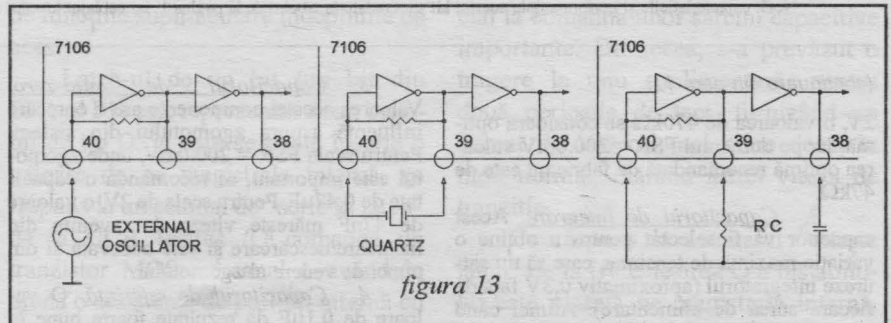

figura 13
**Generarea tactului de sistem.** Ca o particularitate importantă a părții digitale a acestui circuit integrat, se menționează cele trei moduri de lucru ale generatorului de tact. Schematic, acestea sunt redată în figura 13.